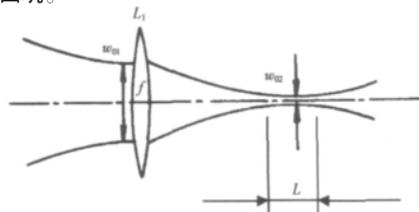

图2 焦深示意图
(4)离焦量:焦深是指激光聚焦后可形成加工能力的激光功率密集区的长度,如图2所示,值为L。在此长度范围内,激光的光斑大小基本一致。调焦时将工作面置于L的中间或偏上的位置,以形成较深的凹坑。